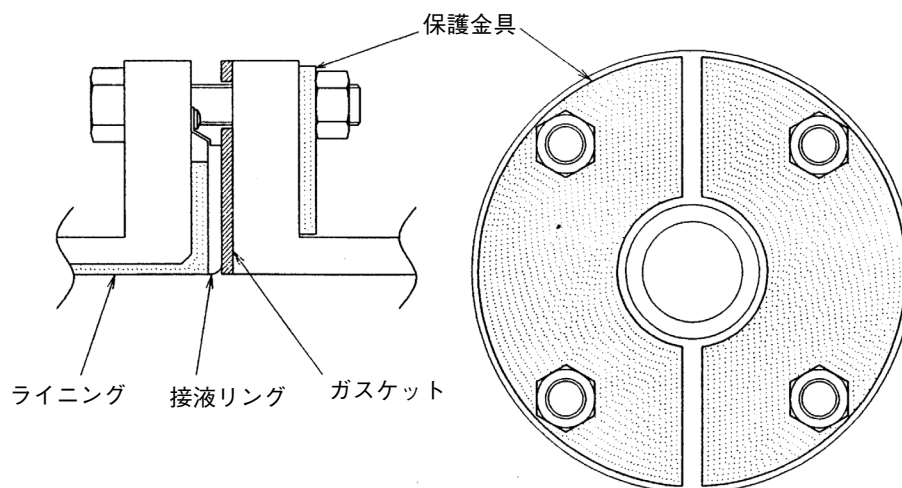

図2-26. 2.5 ～ 1100 A で接液リングがSUS材質および、250 ～ 1100 A で接液リングがSUS材質以外の場合(保護金具使用)
- 保護金具 : 規定のトルクで締め付けて設置すると、塩ビ配管の変形または破損のおそれがある場合に必要です。厚さは6 mm以上のステンレス材など、ナットの締め付けて変形しない金属材料を使用してください。金具の形状は、 図2-26をご覧ください。
図2-26 に示すような、塩ビフランジの外側に取り付け可能で、規定の締め付けトルクを使用しても配管に変形や破損を及ぼさない保護金具で塩ビフランジを挟み込み、検出器を配管に取り付けてください。締め付けトルクは、2-24～2-26 ページの表2-5に従ってください。また、ガスケット内径は2-29 ページの表2-6に従ってください。